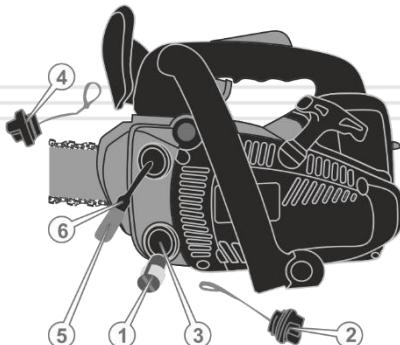

Рисунок 23. Схема обслуговування паливного та мастильного фільтрів.
1. Відкрутіть кришку (4, рис.23) та обережно витягніть її з паливного бачка.
2. Використовуючи дротяну петлю, обережно висуньте паливний фільтр (5, рис.23) із паливного бачка.
3. Акуратно від'єднайте паливний фільтр від паливопроводу (6, рис.23).
1. Відкрутіть кришку (2, рис.23) та обережно витягніть її з мастильного бачка.
2. Використовуючи дротяну петлю, обережно висуньте масляний фільтр (1, рис.23) із мастильного бачка.
3. Акуратно від'єднайте мастильний фільтр від мастилопроводу (3, рис.23).